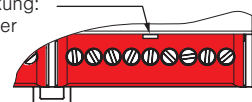

Abb. 2 Lösen der Klemmenabdeckungen
- Montieren Sie das Gerät beim Verteilereinbau auf einer symmetrischen Hutschiene (TH 35-15) durch Aufclippen. Zur Erleichterung der Anschlussarbeiten können die Klemmenabdeckungen gelöst werden (siehe Abb. 2).